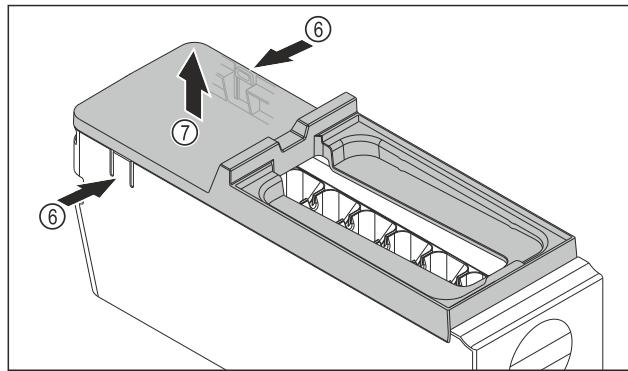

Fig. 121
- Abdeckung des EasyTwist-Ice-Körpers entnehmen: Taschen Fig. 121 (6) an den beiden Seiten des EasyTwist-Ice-Körpers mit einer Hand drücken.
- Abdeckung Fig. 121 (7) mit der anderen Hand nach oben entnehmen.